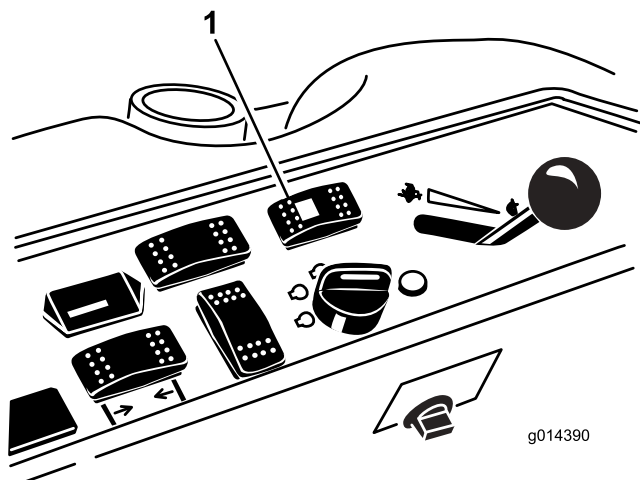

Bild 52
1. Drücken Sie den Lenkwahlschalter in die Rückwärtsposition (Vierradlenkung) (Bild 52).